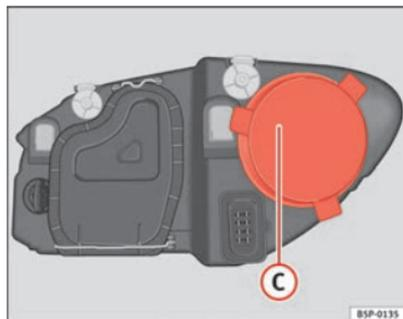

Fig. 168 Luz de carretera
- Retire la tapa ⇒ fig. 168 C tirando de la misma.